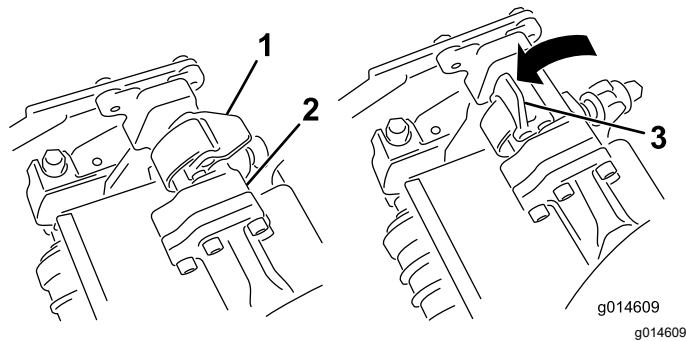
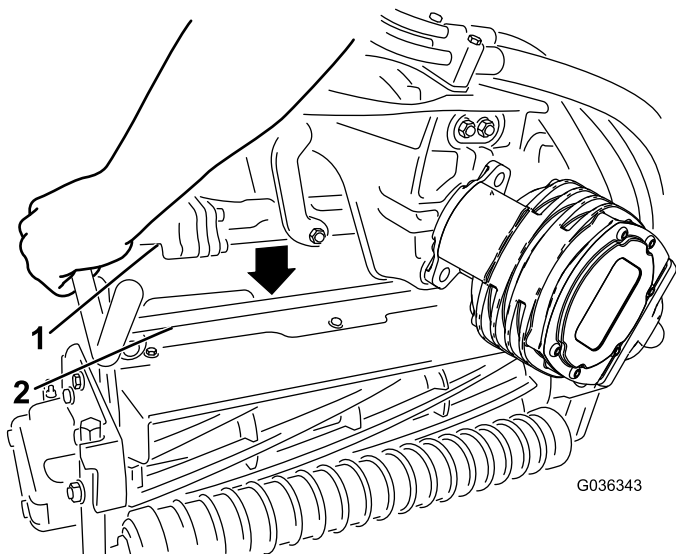

图 54
图 55
4. 当悬挂臂杆上的门锁指向上方即打开时图 54 向下压悬挂臂使悬挂臂杆与滚刀组上方的支架相契合图 55。
5. 向下并绕着滚刀组横杆关闭门锁将它们锁定到位图 54。
5. 打开您正在拆下的滚刀组悬挂臂上的门锁 图 54。